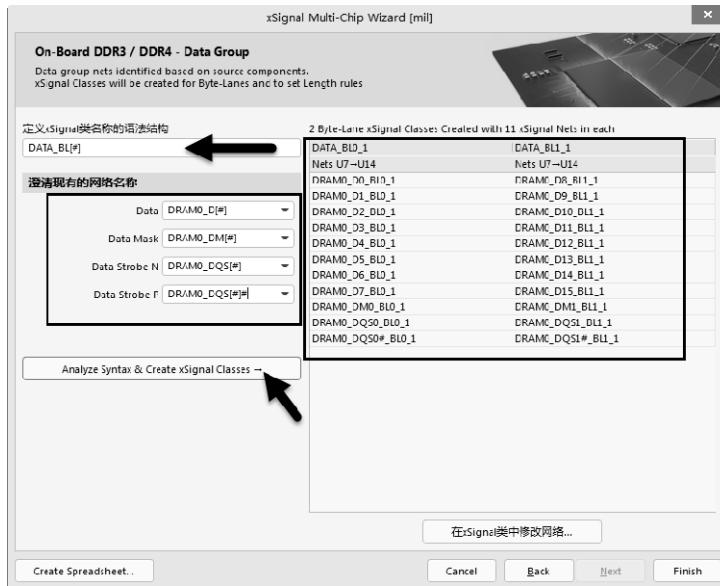

图 10-129 数据线网络关联的适配
(5) 进入如图 10-129 所示的界面，类比于地址线的适配方法，设置好数据线适配的参数。单击“Finish”按钮，完成 U7—U14 的 xSignals 的创建。